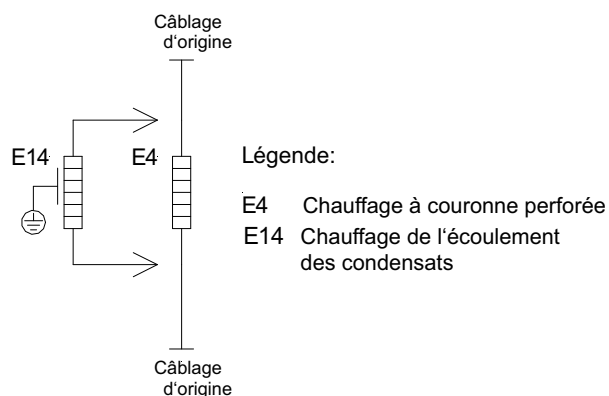

Fig. 1.2:
- 4) Fixez le câble aux bornes, parallèlement au chauffage à couronne perforée E4 (voir Fig. 1.2 à la page 1)